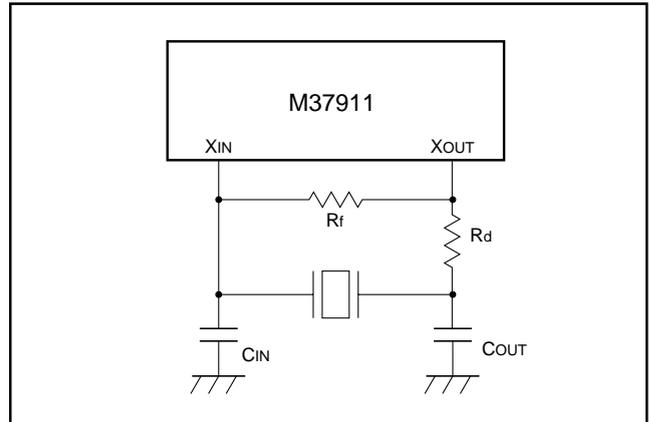
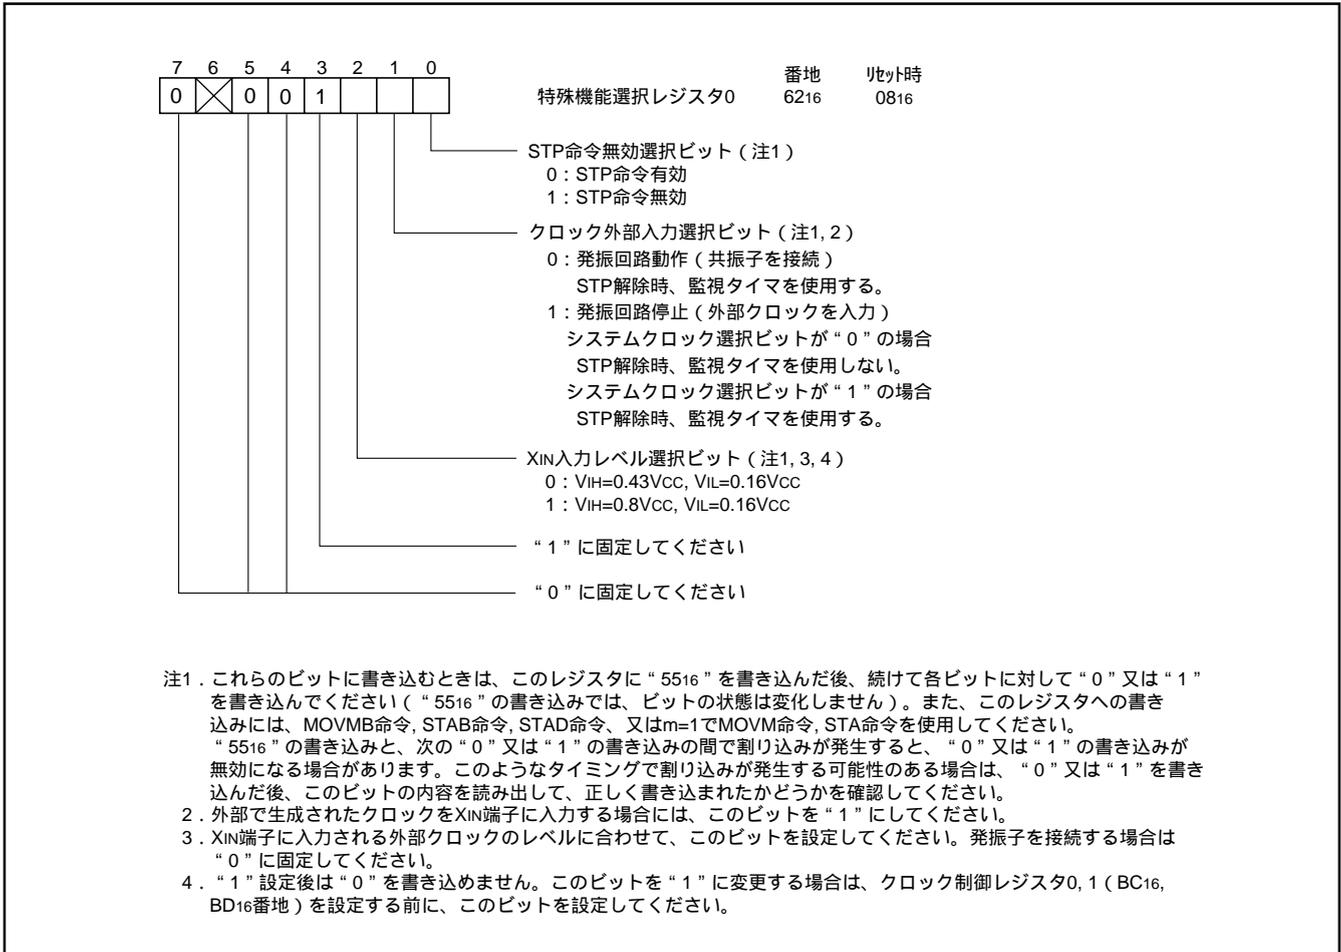
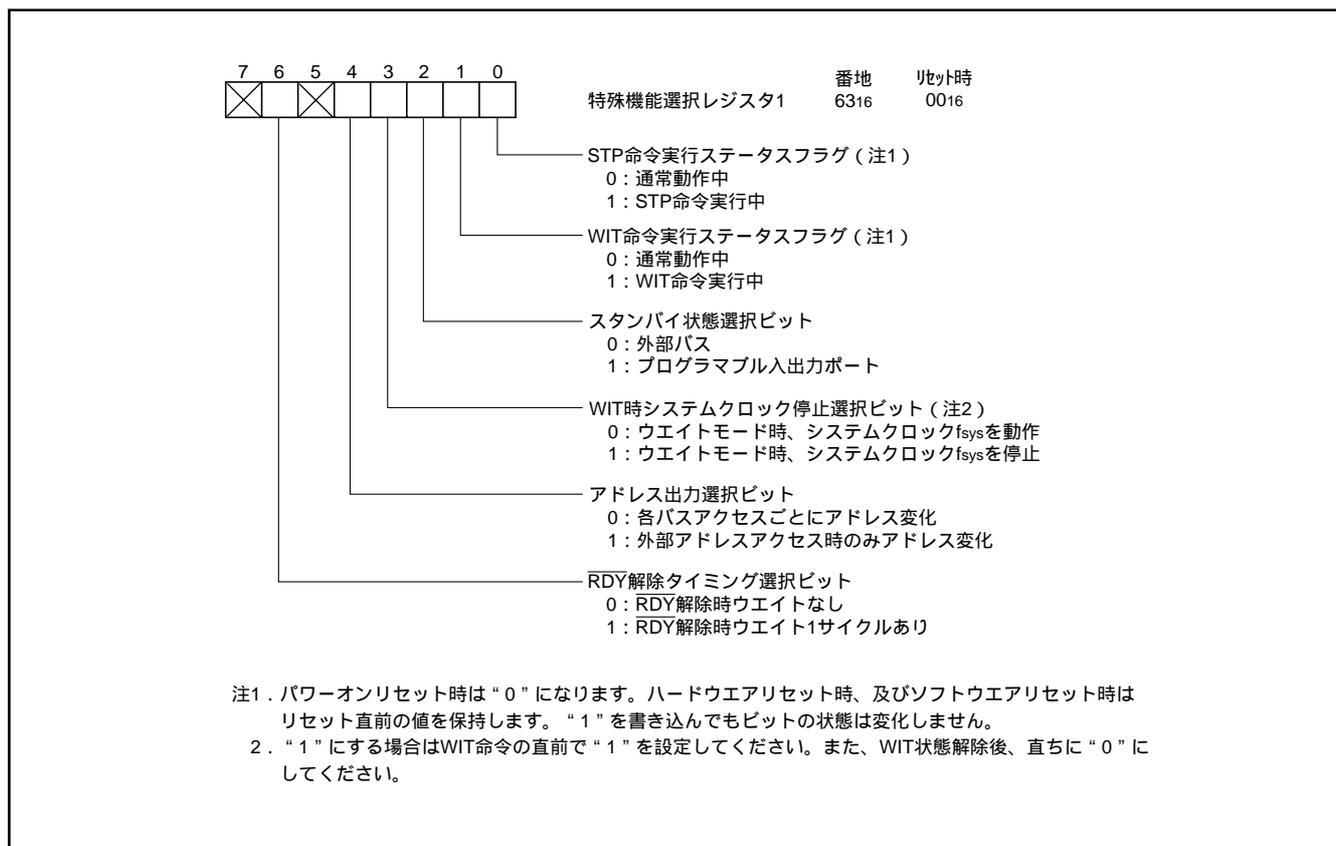
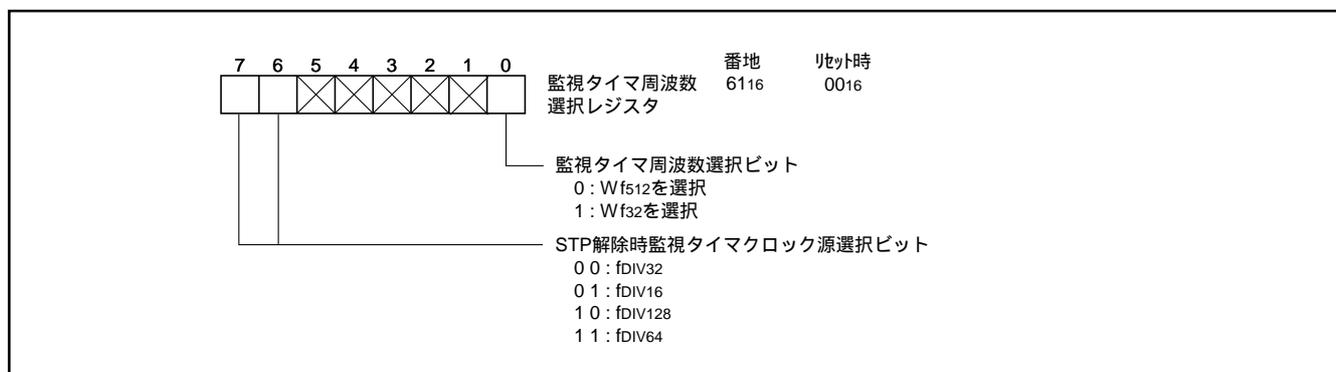

図90．セラミック又は水晶発振子外付け回路
図95. 特殊機能選択レジスタ0のビット構成
図96. 特殊機能選択レジスタ1のビット構成
図97. 監視タイマ周波数選択レジスタのビット構成
図90にセラミック又は水晶発振子を接続した場合の回路例を示します。容量などの定数は、発振子により異なりますので、発振子メーカーの推奨値で使用してください。図93にクロック発生回路のブロック図を示します。XIN-XOUT端子間のクロック発振回路(NANDゲート)の電源電圧は3.3Vですので、発振子接続の場合の発振電圧は3.3Vとなります。したがって、この場合は、特殊機能選択レジスタα(図95)のビットα(XIN入力レベル選択ビット)を“0”にしてください。このビットはリセット時“0”です。
図93にクロック発生回路のブロック図を示します。クロック発生回路は、クロック発振回路、入力クロック分周回路、PLL周波数通倍回路(PLL回路)、周辺装置クロック分周回路、各クロック切り替え回路、及びスタンバイ制御回路などで構成されています。クロック発生回路の動作を制御するレジスタとして、図94に示すクロック制御レジスタ0(BC16番地、BD16番地)、図95に示す特殊機能選択レジスタα(6216番地)などがあります。
6. XIN入力レベル選択ビット(特殊機能選択レジスタ0: 図95)を“1”に変更する場合には、このXIN入力レベル選択ビットを先に“1”にした後、クロック制御レジスタ0, 1を設定してください。
- 注. XIN入力レベル選択ビット(特殊機能選択レジスタ0: 図95)を“1”に変更する場合には、このXIN入力レベル選択ビットを先に“1”にした後、クロック制御レジスタ0, 1を設定してください。
図95に特殊機能選択レジスタ0、図96に特殊機能選択レジスタ1のビット構成を、図97に監視タイマ周波数選択レジスタのビット構成を示します。STP命令無効選択ビット(特殊機能選択レジスタ0のビット0)を“1”にすると、STP命令が無効になり、STP命令は無視されます。リセット解除後は“0”が選択されていますので、STP命令は有効です。
WIT時システムクロック停止選択ビット(特殊機能選択レジスタ1のビット3; 図96)が“0”の状態ではWIT命令を実行すると、 $\phi$ BIU、 $\phi$ CPU、分周クロックWf32、Wf512は“L”の状態では停止しますが、発振回路、PLL回路及び入力クロックfXIN、分周クロックfDIV、システムクロックfsys、 $\phi$ 1、周辺装置用クロックf1~f4096は停止しません。したがって、BIU、CPUは停止しますが、周辺装置用クロックf1~f4096を用いるタイマA、B、シリアルI/O、A-D変換器は動作可能です。また、監視タイマは停止します。